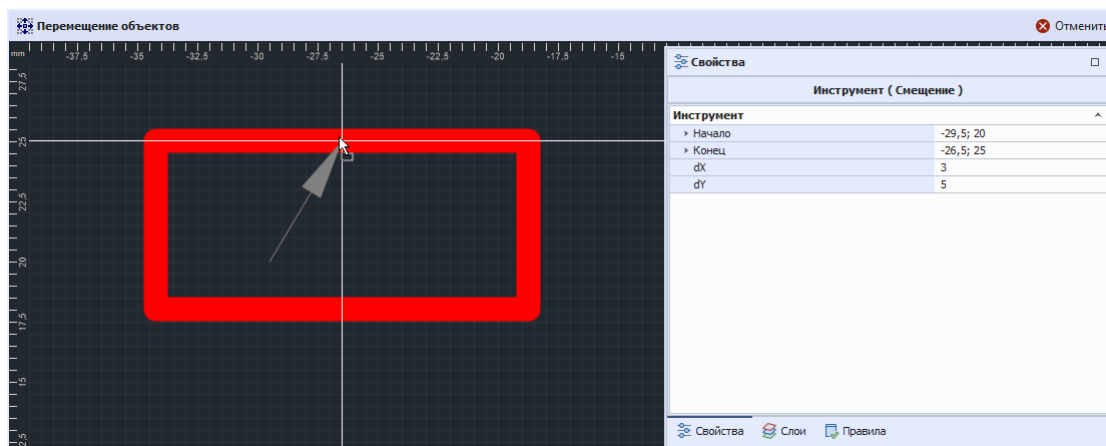

Рис. 220 Выбор точки редактирования для выполнения смещения объекта
3. Выберите точку от которой будет рассчитываться перенос (смещение объекта), Рис. 220.